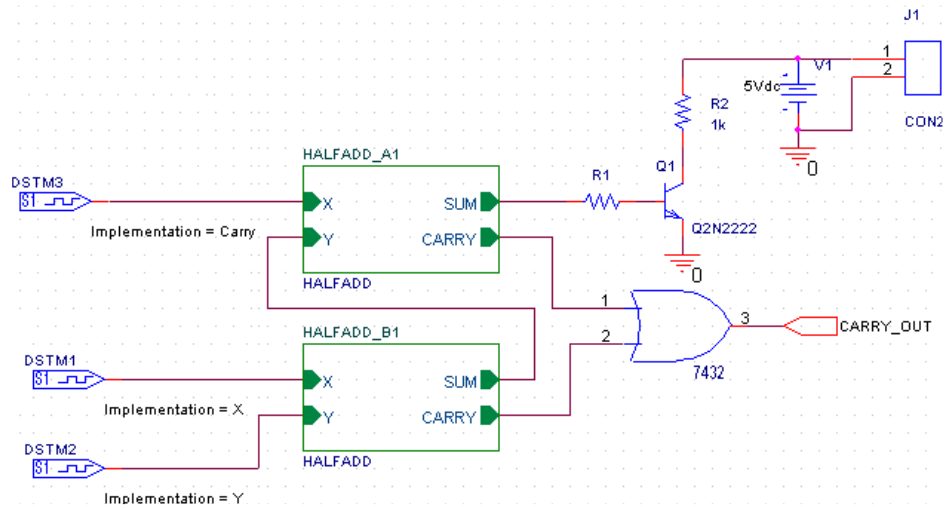

Рис.2 .
- Создать схему верхнего уровня (рис.2), добавив в нее уже созданные иерархические блоки (Place / Hierarchical Block)